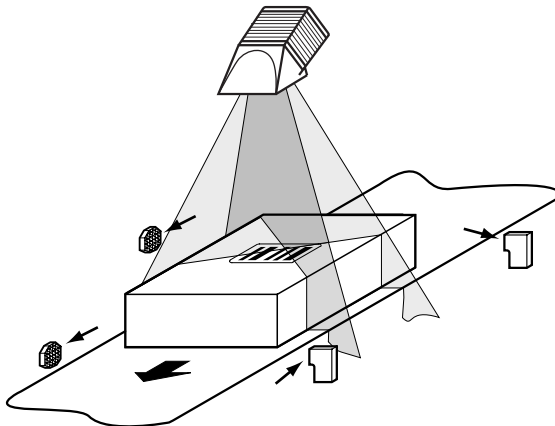

Bild 6.2: Reinigung der externen optischen Sensoren
- Bei externer Lesetakterzeugung und/oder Objekthöhendetecktion mit Sensoren (z.B. Reflexions-Lichtschranken) deren optisch wirksame Flächen ebenso säubern (Bild 6.2). Verschmutzungen können fehlerhaftes Schaltverhalten hervorrufen.